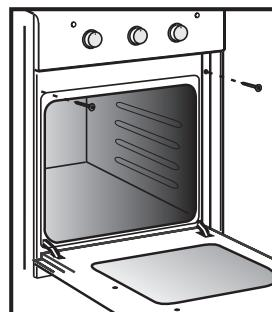

Рис.15
- Духовка устанавливается на дно ниши и закрепляется спереди винтами с шайбами (рис.15), прилагаемыми в комплекте.